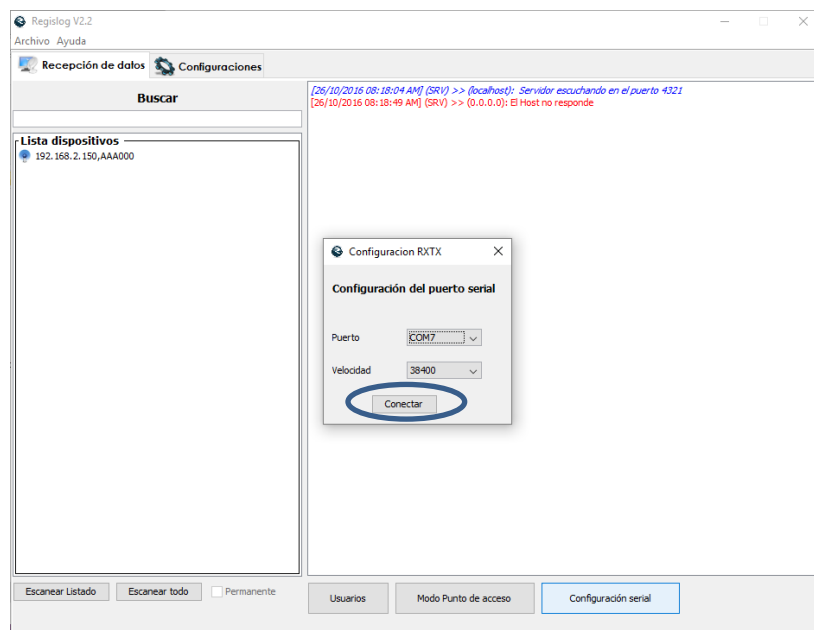

Figura 26
- 6- Una vez conectado el cable que realizamos al equipo contador por el (Serial-port), ejecutamos el Regislog y le damos clic al botón configuración serial, saldrá una sub-ventana con la configuración por defecto del puerto y la velocidad (38400), (ver figura 26), damos clic con el botón conectar para ingresar a la configuración del equipo contador.